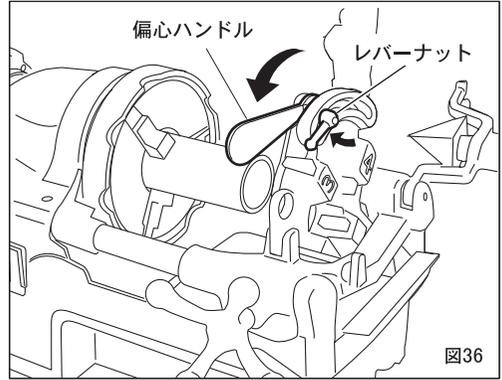
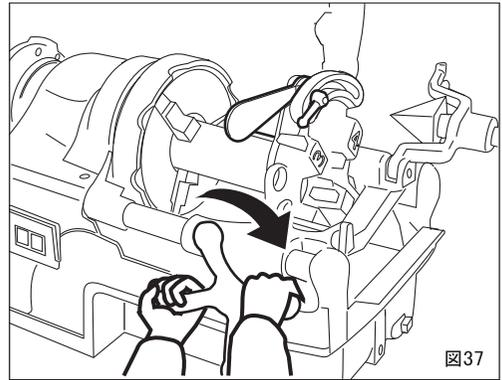

図36
図37
- ①ねじ切りのサイズ寸法を合わせるには偏心台 (図39) の目盛りを、ダイヘッドのサイズ目盛りのねじ切り寸法に合わせて、レバーナットを締めて固定してください。 (図36)
- ②スイッチをONにするとオイルはダイヘッドから自動的に注油されます。
- ③送りハンドルを右回り方向に動かしてパイプにチェーザを押し付け食い付かせてください。ねじ山が3~4山切ればあとは自動的にねじが切れます。このマシンに使用されているシリースモータは、回転数が、負荷によって自動的に変化します。 (図37)